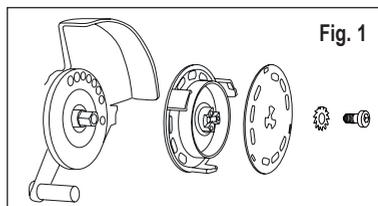
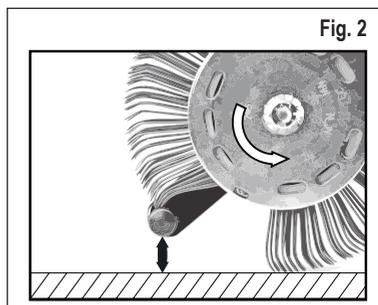

Fig. 1
Fig. 2
3. Afbryd tryklufforsyningen og fastgør så Die Blaster® bånd 11 mm korrekt med det tilsvarende holdesystem **AS-012** (bemærk køreretning) og den dertil beregnede stjerneskrive og skrue på værktøjet. Se fig. 1 og fig. 2
- Anvendes et bånd i den forkerte omløbsretning? – Ret børstebåndet ind således, at det forløber i den foreskrevne retning (se kapitel 6, Ibrugtagning, fig. 2).